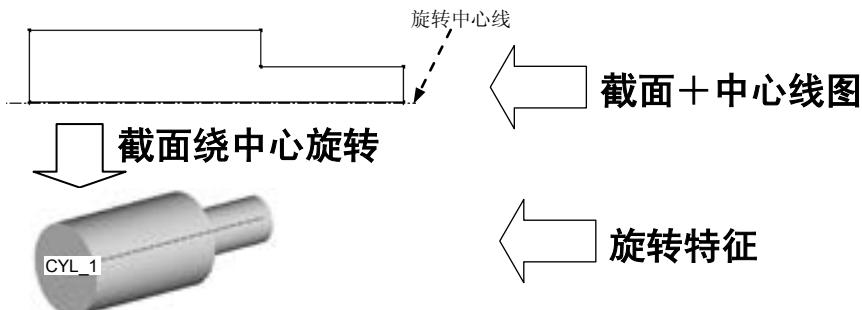

图 5.11.1 旋转特征示意图
如图 5.11.1 所示，旋转（Revolve）特征是将截面绕着一条中心轴线旋转而形成的形状特征。注意旋转特征必须有一条绕其旋转的中心线。
Task2. 创建图 5.11.1 所示的实体旋转特征
(1) 特征的所有要素被定义完毕后，单击操控板中的“预览”按钮 ，预览所创建的特征，以检查各要素的定义是否正确。如果所创建的特征不符合设计意图，可选择操控板中的相关项，重新定义。
(2) 在操控板中单击“完成”按钮 ，完成创建图 5.11.1 所示的旋转特征。